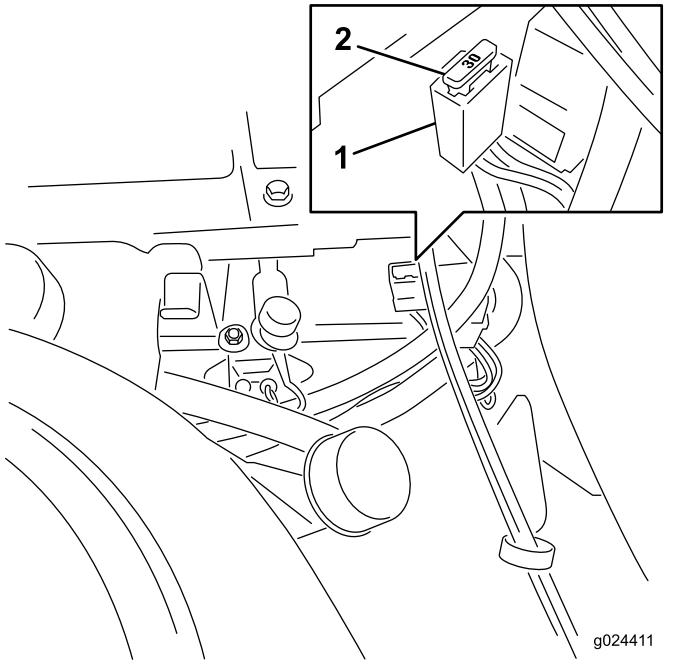

Figura 46
1. Para cambiar el fusible principal, agarre el fusible y retírelo del bloque de fusibles en línea recta (Figura 46).
**Nota:** Los fusibles están situados en la consola de la derecha, junto al asiento (Figura 46).
4. Alinee el fusible nuevo con la ranura del bloque de fusibles (Figura 46).
5. Inserte el fusible a presión en el bloque de fusibles hasta que esté correctamente asentado (Figura 46).